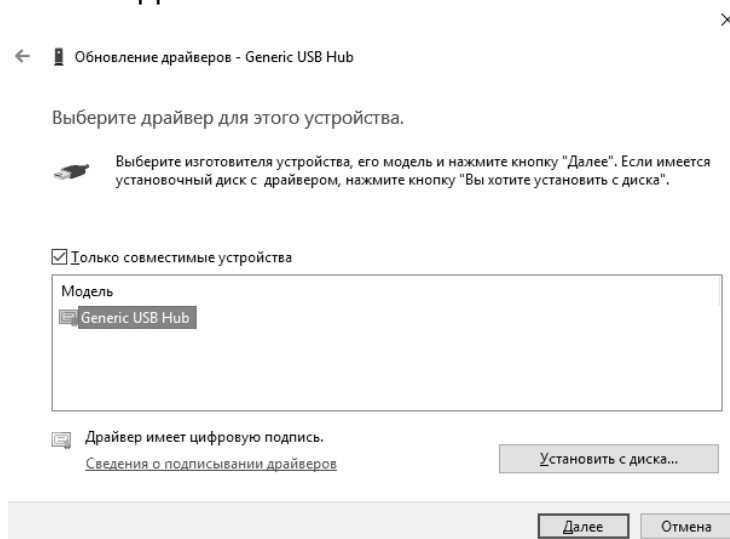

Рисунок 22
- кликнуть по устройству правой кнопкой мыши и выбрать пункт "Обновить драйверы" (рисунок 22);